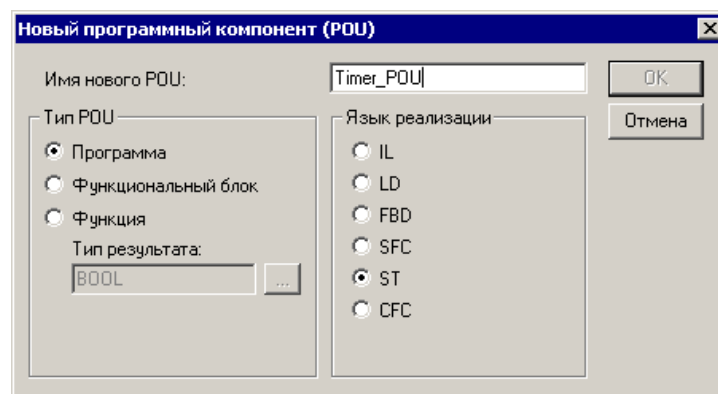

Рисунок 9.1 – Добавление POU
- 4) В открывшемся окне (см. рисунок 9.1) задать тип, имя и язык написания POU: добавляемый POU должен быть типа «Программа (Program)», имя и язык написания могут быть любыми, в примере выбран язык ST и дано имя Timer\_POU.